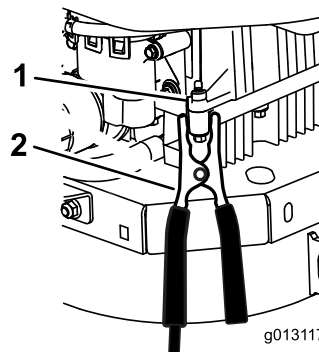

Рисунок 50
- Подсоедините другой конец черного кабеля к **блоку цилиндров** (не к отрицательному штырю аккумуляторной батареи) машины с разряженной аккумуляторной батареей на достаточном расстоянии от аккумуляторной батареи и отойдите назад (Рисунок 50).